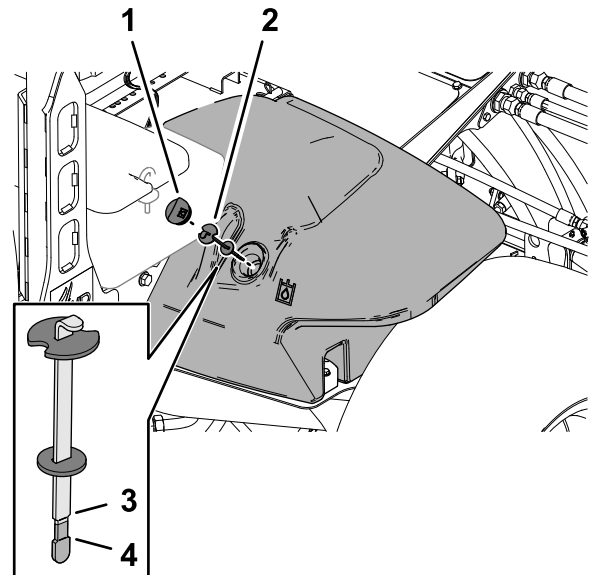

Figure 105
2. Nettoyez la surface autour du goulot et du bouchon de remplissage du réservoir hydraulique (Figure 105).